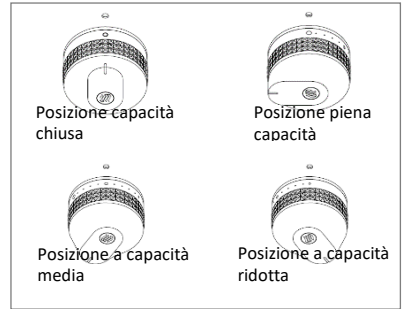

Figura 1 : Regolazione della leva di comando
6. Regolare poi a piacimento l'altezza della piastra girando la o le leve di comando da calore massimo (cerchio grande) a calore minimo (cerchio piccolo) (Vedere figura 1)